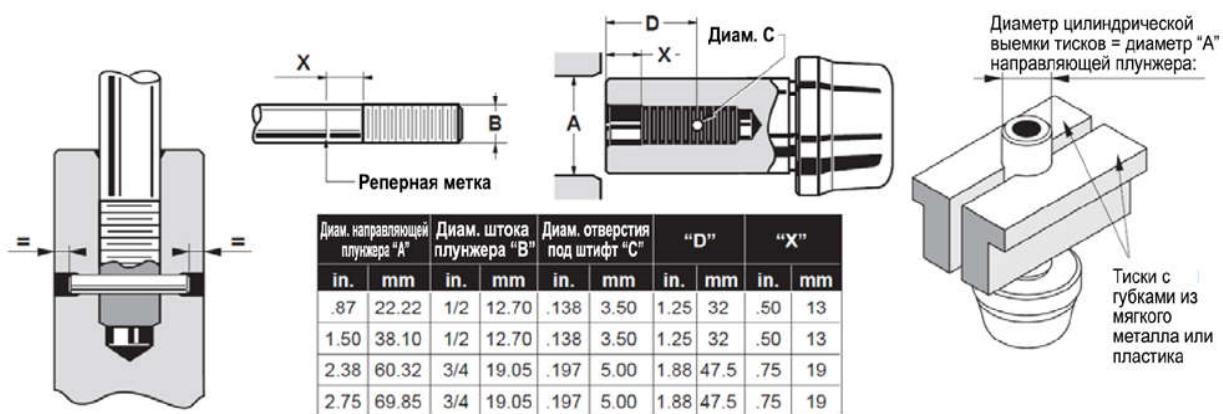

Рисунок 4. Заштифтовывание штока плунжера
- 4.2.1. Измерьте расстояние D на основе диаметра направляющей плунжера и диаметра штока (см. рисунок 4).
- 5.2. Загоните штифт в отверстие с помощью молотка. Завершите операцию зашифтовывания, убедившись в том, что штифт выступает на одинаковое расстояние с обеих сторон (см. рисунок 4).